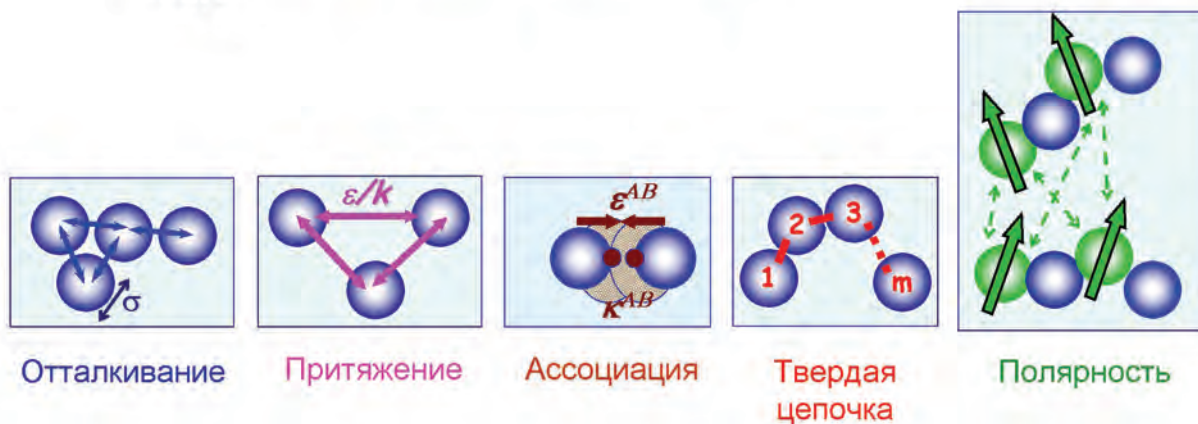

Рис. 7
- метод групповых вкладов для модели PPC-SAFT (GC-PPC-SAFT (рис. 7)), разработанный в сотрудничестве с институтом IFPEN, позволяет эффективно решать задачи расчетов равновесия систем пар-жидкость и жидкость-жидкость (для несмешивающихся жидкостей) для углеводов и кислородсодержащих веществ (спиртов, кислот, эфиров, кетонов). Такие продукты характерны как для процессов нефтехимии, так и для пищевой промышленности и производства биотоплива, поэтому важность этой новой возможности программы трудно переоценить;